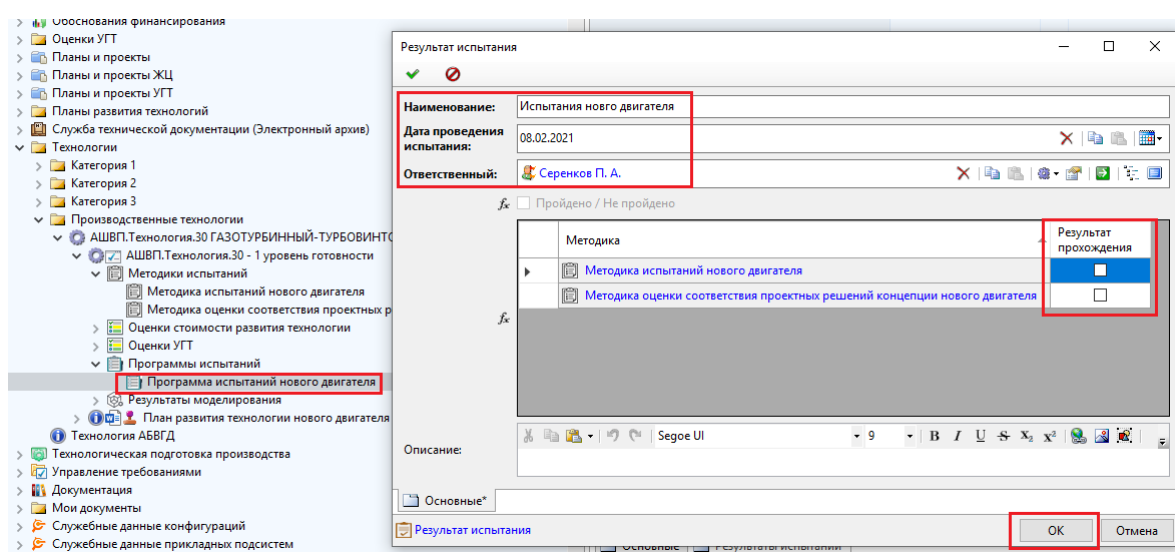

Рисунок 277 — Успешно пройденная методика
- далее необходимо задать успешность прохождения соответствующей методики в рамках данного испытания – отметив успешно пройденную методику в столбце «Результат прохождения» (Рисунок 277).